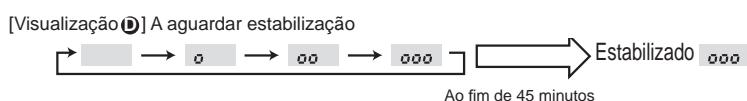

Fig. 8-3
- Prima o botão **FILTER** (↔) para confirmar a definição. (Fig. 8-3)